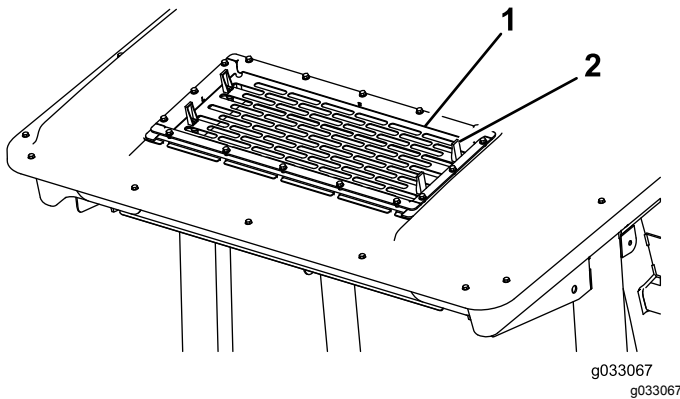

Figure 93
- Soulevez les 4 languettes sur la grille de climatisation (Figure 93) et déposez la grille du sommet de la cabine.